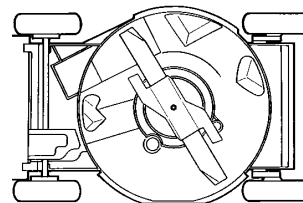

Figure 17
3. Basculer la tondeuse sur le côté gauche (Fig. 17). Eviter de faire tourner la lame, pour ne pas provoquer de problèmes de démarrage.